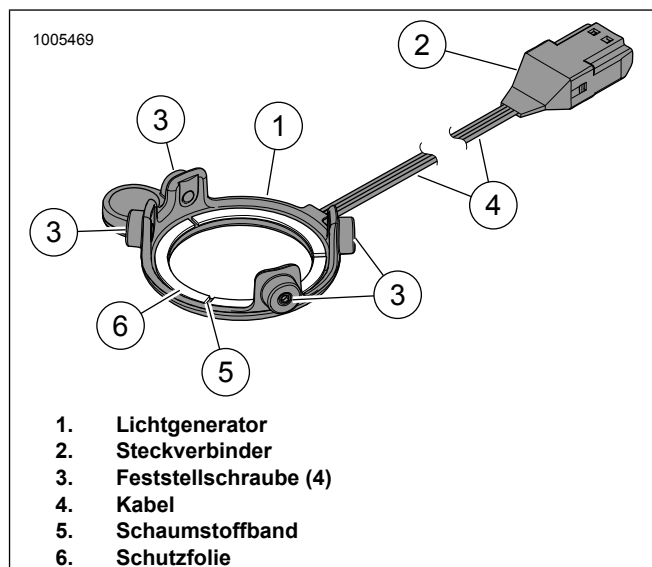

Abbildung 28. LED-Beleuchtung, Runde Stage I-Lautsprecher
7. Siehe Abbildung 28. Die Schutzfolie (6) vom Schaumstoffklebeband (5) auf der Rückseite des Lichtgenerators (1) abziehen.